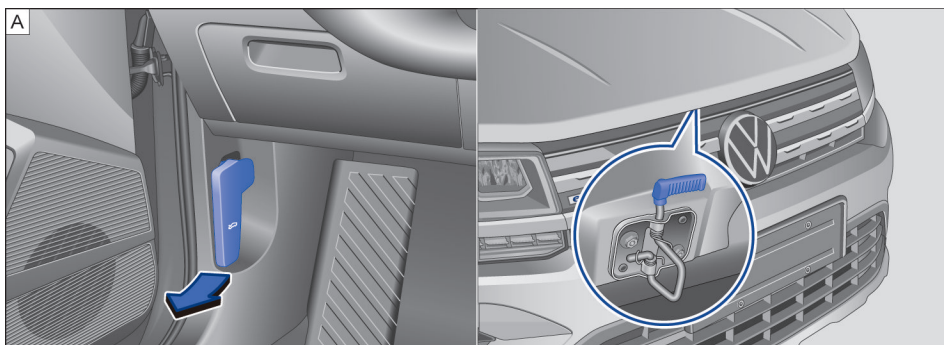

图 148 (A) 驾驶员侧脚部空间：内燃机舱盖锁解锁手柄 (B) 散热器格栅上方用于打开内燃机舱盖的拉杆
- 在车内沿图示箭头方向拉动内燃机舱盖解锁手柄→图 148(A)，舱盖会在弹簧机构的作用下稍许弹开。
- 向上提起内燃机舱盖前部中央的开启拉杆，抬起内燃机舱盖并将其打开→图 148(B)→⚠